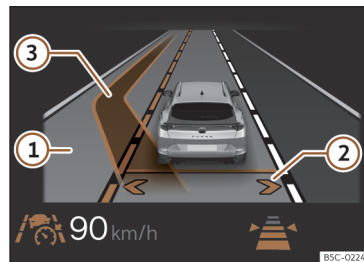

Fig. 149 No ecrã do painel de instrumentos: visualização da mudança de faixa de rodagem assistida (representação esquemática).
Desta forma, ativa-se a mudança de faixa de rodagem assistida. As setas da sua própria faixa no ecrã do painel de instrumentos mostram-se em cinzento >>> **Fig. 149**
Se o sistema não detetou qualquer objeto no campo de deteção do sistema de sensores e é possível uma mudança de faixa de rodagem assistida para uma faixa adjacente, a faixa correspondente é mostrada no ecrã do painel de instrumentos junto à faixa do condutor. A seta do lado da faixa correspondente aparece em branco >>> **Fig. 149** ②.